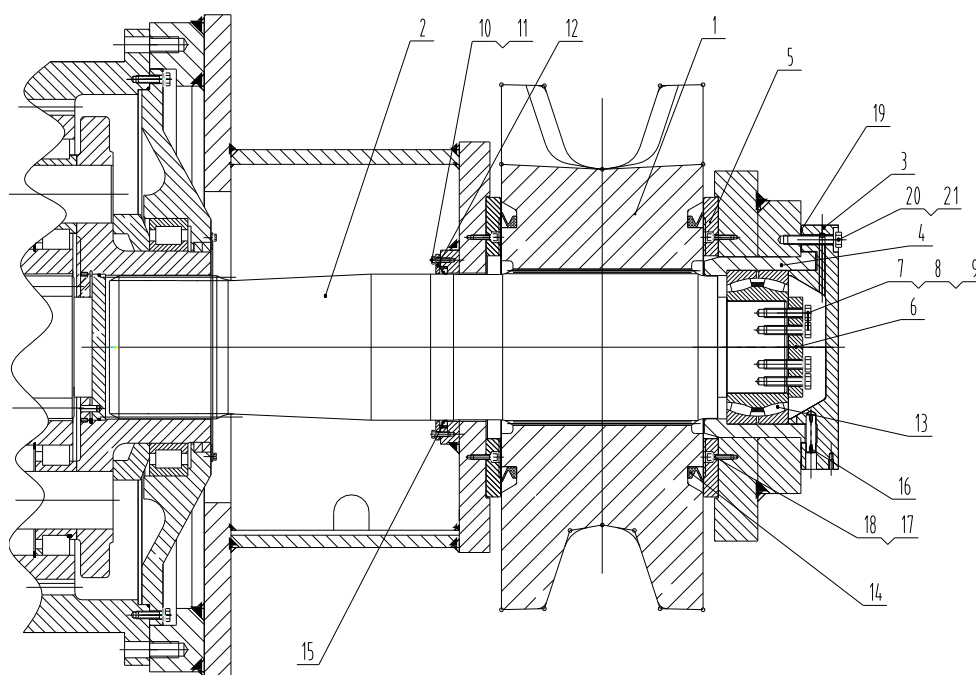

Рисунок 12-19. Установка ведущего колеса и ведущего вала
- Проверяются детали на наличие износа и поломок (см. рисунок 12-19);